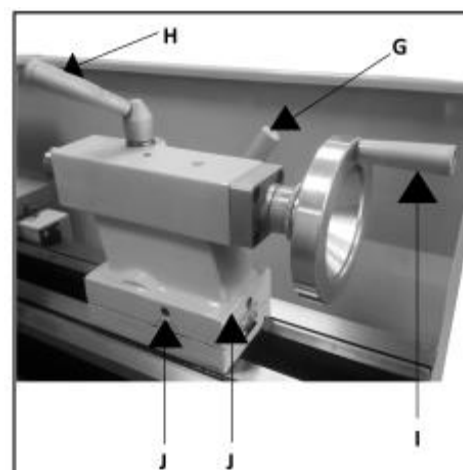

Рис. 12
10. Зажимной винт задней бабки (G, Рис. 12)
11. Зажимной рычаг пиноли задней бабки (H, Рис. 12)
12. Маховик перемещения пиноли задней бабки (I, Рис. 12)
13. Регулятор смещения задней бабки (J, Рис. 12)